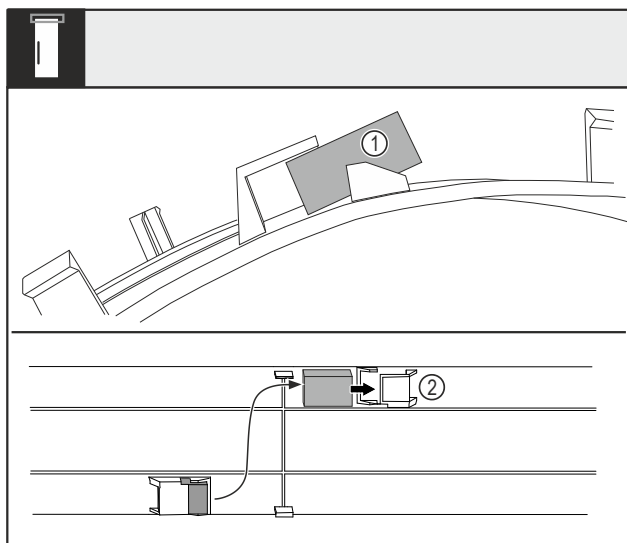

Fig. 16
- Îndoți capacul și extrageți magnetul ușii Fig. 16 (1) din locaș.
- Împingeți magnetul ușii în celălalt locaș Fig. 16 (2).